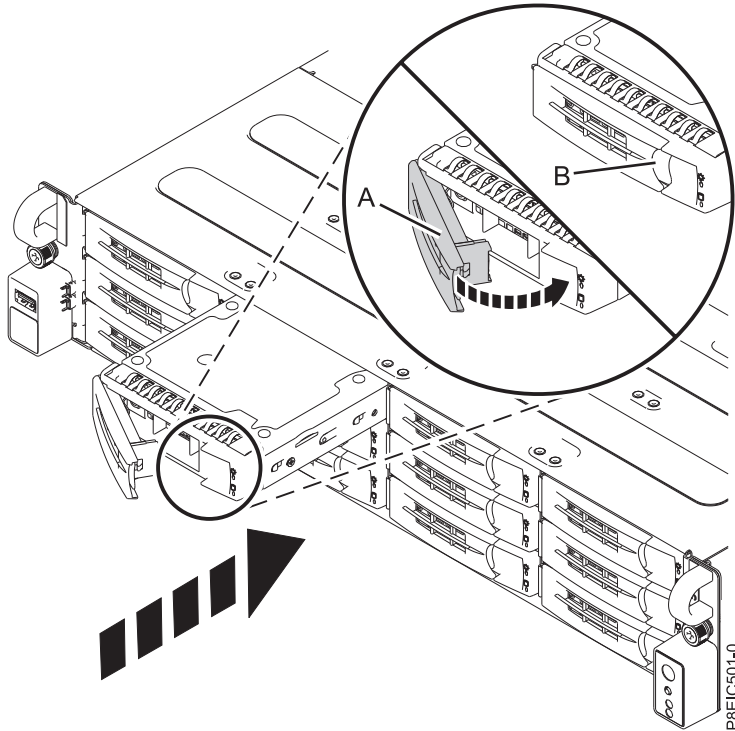

Figura 12. Bloqueo del asa de la bandeja de unidad
6. Aguante la unidad por la parte inferior cuando coloca la bandeja de la unidad. Deslice la bandeja de la unidad por todo el recorrido hasta el sistema. Empuje la bandeja de la unidad hasta que el asa de la bandeja de unidad (A) se empiece a cerrar y, después, empuje el asa hasta que se cierre, tal como se indica en Figura 12 en la página 14.